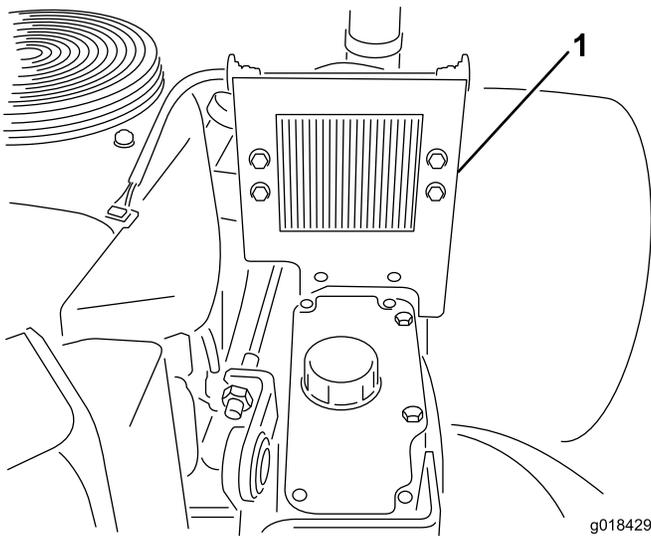
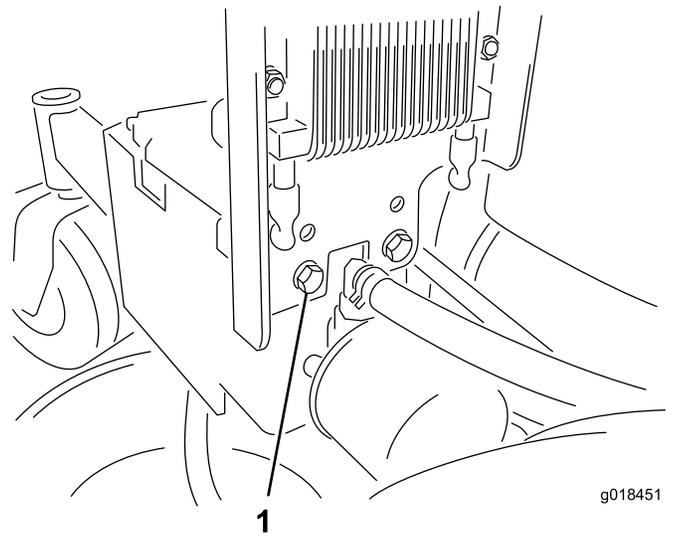
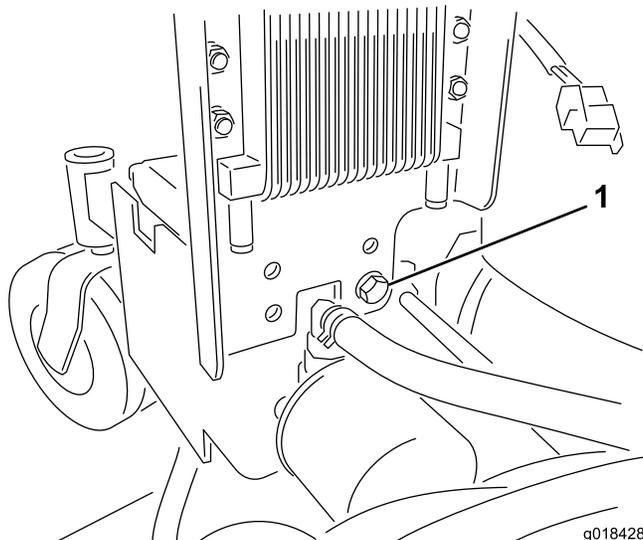

Figure 12
Figure 14
Figure 13
5. Alignez le groupe de refroidissement sur le support du réservoir (Figure 12).
6. Utilisez la série de trous correcte pour votre machine et fixez le côté droit du groupe de refroidissement au support du réservoir hydraulique au moyen d'un boulon (5/16 x 1") et d'un écrou (5/16") (Figure 12 et Figure 13).
8. Fixez le groupe de refroidissement avec le boulon et l'écrou (Figure 14).
7. En vous servant du support du refroidisseur comme gabarit, percez le second trou 5/16" dans le support du réservoir (Figure 12, Figure 13, et Figure 14).